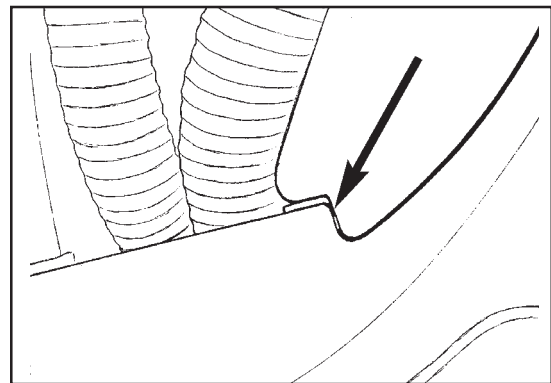

Abb. 13A
12. Installieren Sie den Rückföhrtank wieder und achten Sie darauf, dass der Gelenkstift im Rückföhrtank unter der Metallplatte am Lösungsmitteltank installiert ist. (siehe Abb. 13A)